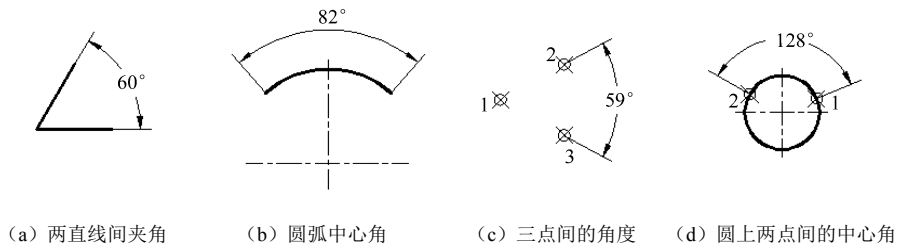

图 4-83 角度标注
(3) 角度标注。可以标注两条非平行直线所夹的角、圆弧的中心角、圆上两点间的中心角及三点确定的角,如图 4-83 所示。